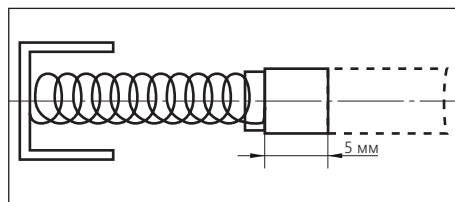

Рисунок 23.
- замените щетку, если пружина повреждена или графитовая поверхность изношена (длина менее 5 мм (рис. 23);